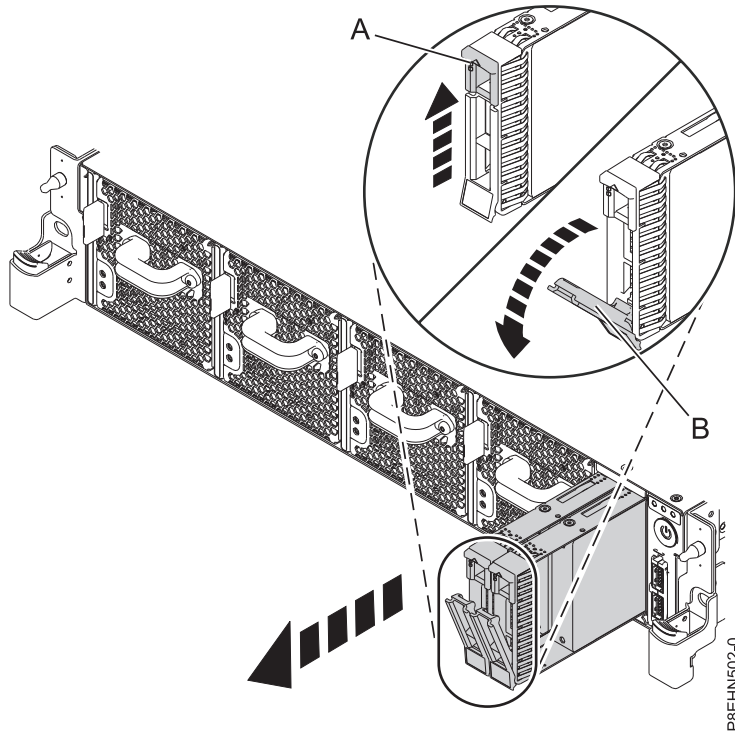

Figure 1. Détails relatifs à la fixation d'une unité de disque
3. Déverrouillez la poignée de la baie d'unité (**B**) en poussant le loquet de la poignée (**A**) vers le haut. La poignée (**B**) sort d'un coup sec. Si la poignée n'est pas complètement sortie, l'unité ne peut pas être retirée du système. Pour plus d'informations, voir figure 1, à la page 8.